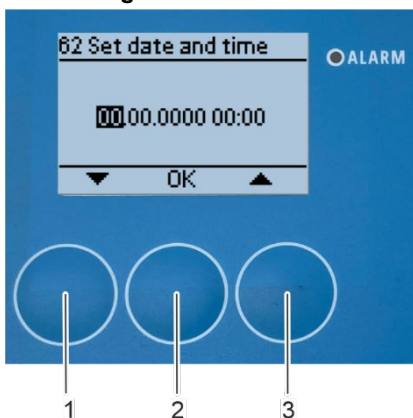

Abbildung 110: Tag des Monats einstellen
5. Start der Kalibrierung mit [OK] (Abbildung 110/1).